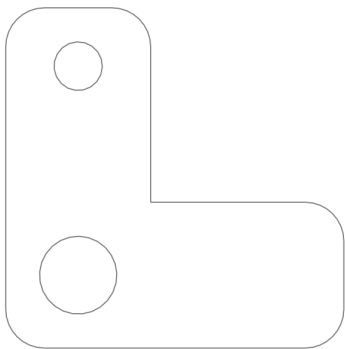

图 3-14 删除草图对象效果
(3) 进入草图绘制环境，选择所有的中心线对象，按【Delete】键，即可删除草图，退出草图绘制环境，效果如图 3-14 所示。